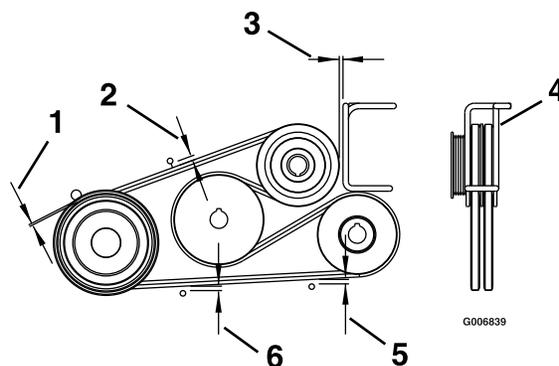

Рисунок 63
4. Отрегулируйте направляющие ремней, как показано на Рисунок 63.